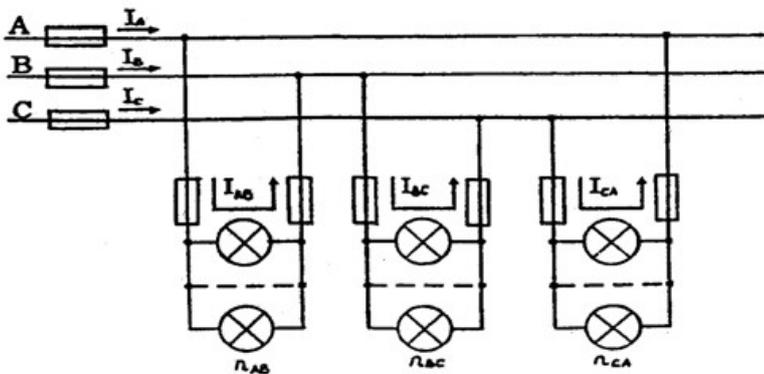

Рисунок 29 –Электрическая схема
В трехпроводную сеть трехфазного тока (рис. 29) с линейным напряжением  $U_L=220\text{В}$ , включены по схеме "треугольник" три группы ламп накаливания одинаковой мощности. В каждой фазе (группе) лампы соединены параллельно. В среднем сопротивление одной лампы составляет  $R_{\text{лампы}} = 242 \text{ Ом}$ . Число ламп в каждой фазе (группе)  $n_{AB}=11$  шт,  $n_{BC}=22$  шт,  $n_{CA}=33$  шт. Определить ток  $I_{\text{лйн}}$ ; напряжение  $U_{\text{лйн}}$ ; мощность  $P_{\text{лампы}}$ , на которые рассчитана лампа; токи  $I_{AB}$ ;  $I_{BC}$ ;  $I_{CA}$  протекающие в фазных проводах; мощности  $P_{AB}$ ,  $P_{BC}$ ,  $P_{CA}$ , потребляемые каждой фазой и всей цепью. Построить в масштабе векторную диаграмму напряжений и токов и из нее графически определить величины линейных токов.
**Задача 3.2** В трехпроводную сеть трехфазного тока (рисунок 29), включены по схеме "треугольник" три группы электрических ламп накаливания одинаковой мощности. В каждой фазе (группе) лампы соединены параллельно.